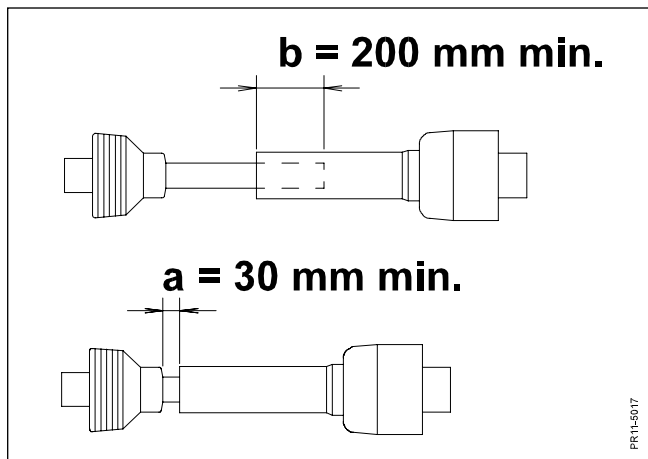

Fig. 2-19
- Fig. 2-19** 14) Passa till kraftöverföringsaxeln längd så att den: